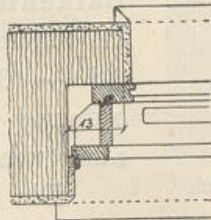

Abb. 76. Anschlag für Doppelfenster 13 cm breit.
- „ „ Kastendoppelfenster 13 cm. **Abb. 76.**